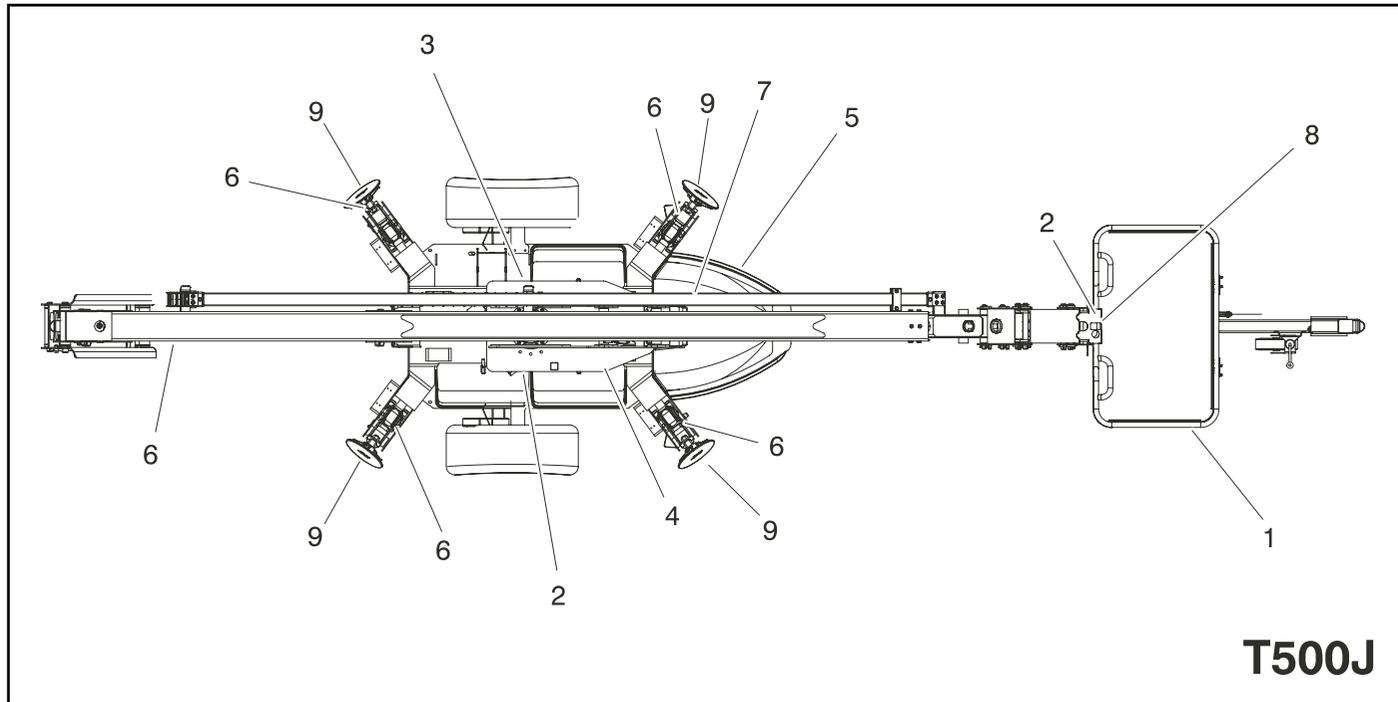

Figura 2-3. "Turnê" de Inspeção Diária - Página 2 de 3
5. **“Turnê” de Inspeção** - Vide Figura 2-3.